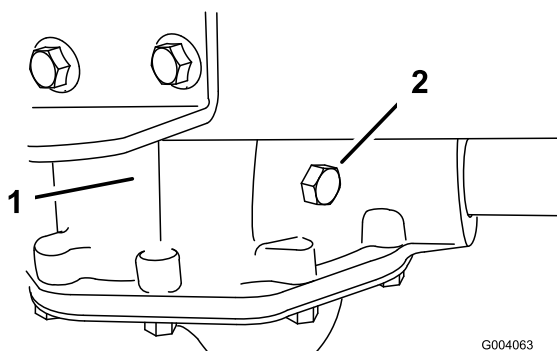

Figura 45
2. Togliete il bullone di controllo dal transaxle (Figura 45).